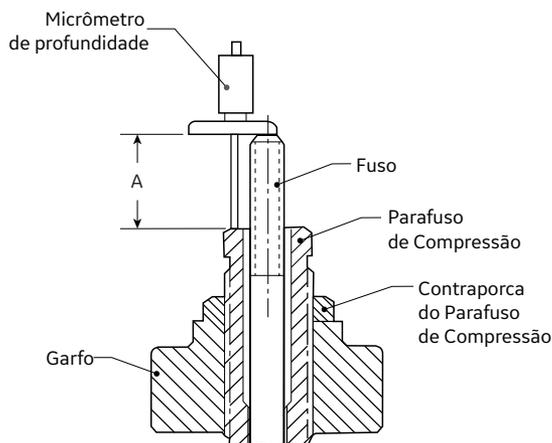

Figura 11: Conjunto Garfo-Fuso
4. Consulte a Figura 11 e meça e registre a Dimensão A, já que esta informação será necessária para remontar corretamente a válvula.